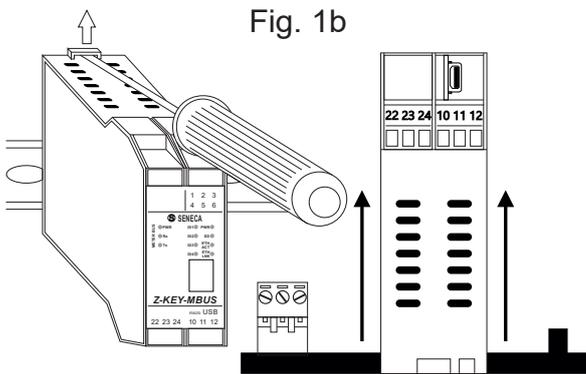

Fig. 1b
- 1) Déplacer vers l'extérieur les deux crochets sur la partie arrière du module comme illustré dans la fig. 1b.
Comme illustré sur la figure 1b :